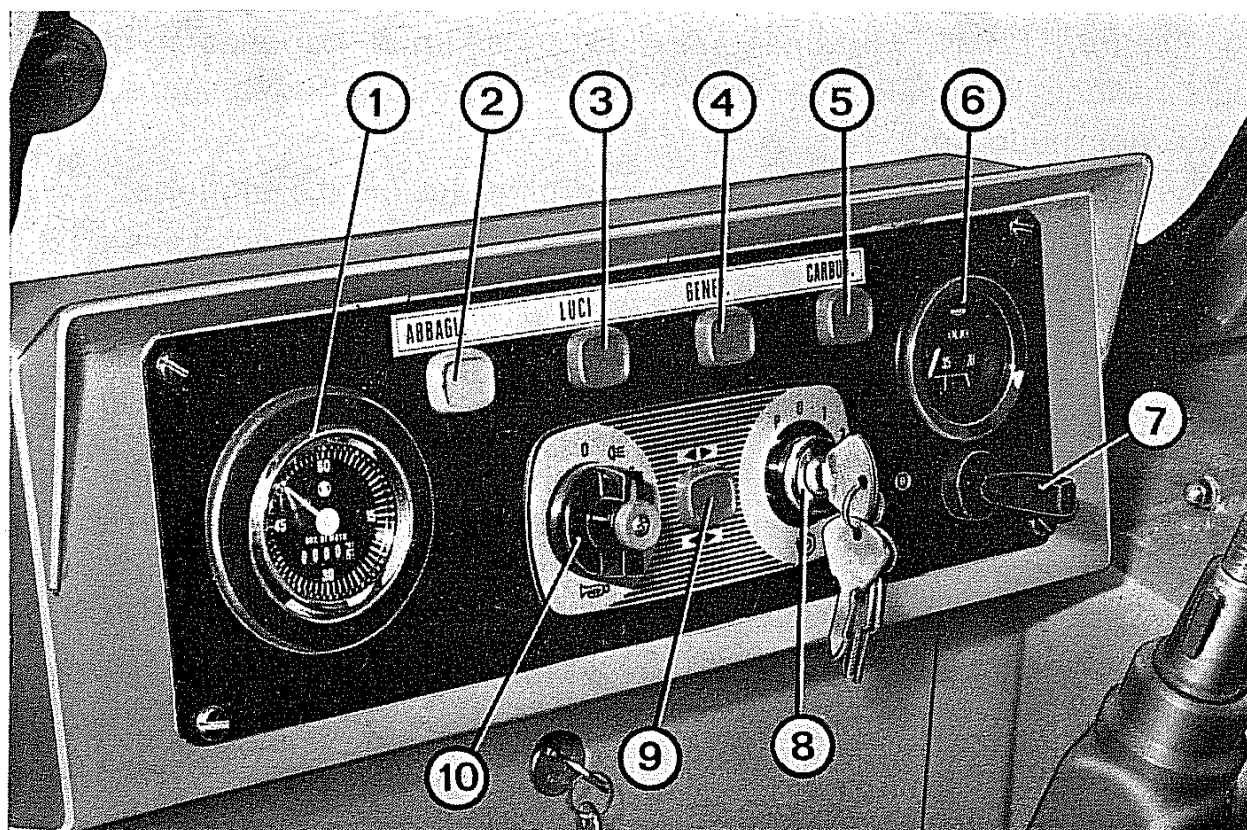
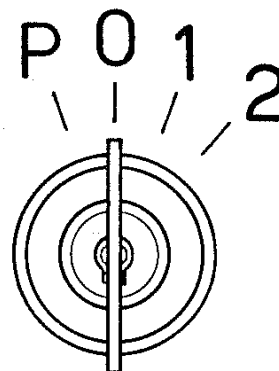

Fig. 31 - Cruscotto
Fig. 32
- Introdurre la chiave nel quadro comando avviamento e ruotarla in posizione 1 (fig. 32) lasciandola alcuni secondi.
- Nel caso che la macchina debba rimanere ferma con accese le luci di ingombro, ruotare la chiave del quadro avviamento nella posizione **P** (fig. 32) e il commutatore luci **10** (fig. 31) nel primo scatto.
Avvertenza: con motore in moto lasciare la chiave del quadro in posizione **1** (fig. 32) per permettere la ricarica della batteria e il funzionamento dei segnalatori luminosi situati sul cruscotto.